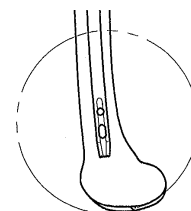

図 4
- 側面像でネイルの遠位スクリューホールが真円に投影されるよう、透視装置の向きを調節します。（図 4）